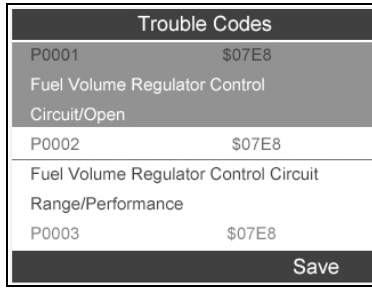

Abbildung 6.5
- 3) Es wird ein Bildschirm mit Problemcodes angezeigt. Wird mehr als ein DTC erkannt, prüfen Sie alle Codes über die Scrolltasten **NACH OBEN/UNTEN**. (Abbildung 6.5)